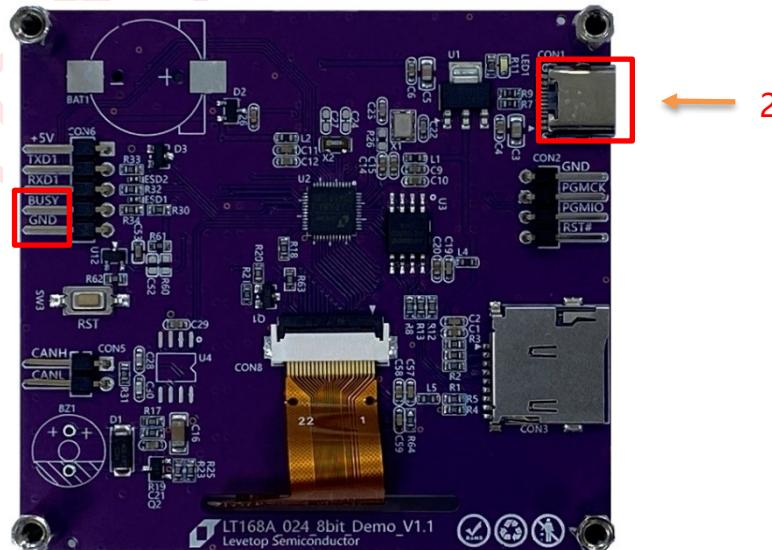

图 2-6：LT168A 接线示意图
1、接线说明，如前面图 2-6 所示，进行烧录前，**先将标注 1 处的 BUSY 和 GND 进行连接，然后通过标注 2 处 USB 口连接电脑供电和通信。**